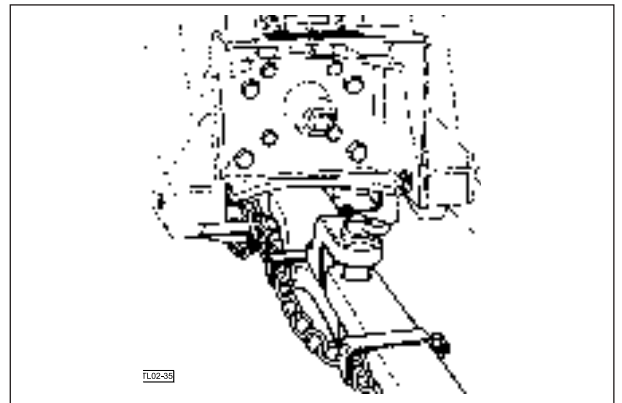

Fig. 29a
- Sólo para mercado norteamericano. Una cadena de seguridad servirá para controlar el implemento remolcado, en el caso que se desenganche accidentalmente de la barra de tiro durante el transporte. Usando los idóneos adaptadores, enganche la cadena en el soporte de la barra de tiro del tractor o en otros puntos de fijación especificados. Deje la cadena bastante libre para permitir el viraje. Solicite a su Concesionario una cadena con capacidad igual o superior al peso bruto de la máquina remolcada (Fig. 29a)